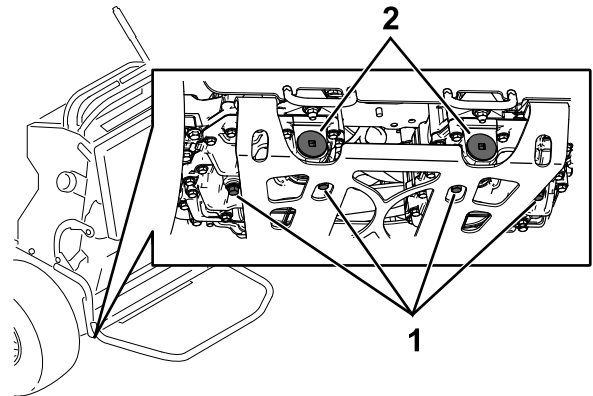

Figure 85
- Localisez le bouchon de vidange au bas de chaque transmission et placez un bac de vidange sous les bouchons (Figure 85).